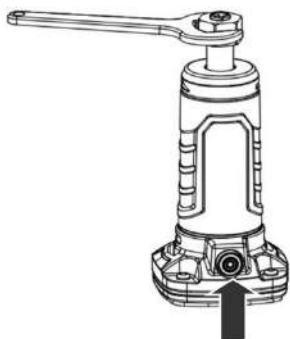

Рис. 2
- Для установки шлифовальной насадки зафиксируйте вал, нажав на кнопку блокировки вала, и удерживая её, ослабьте цанговую гайку с помощью ключа (рис. 2).